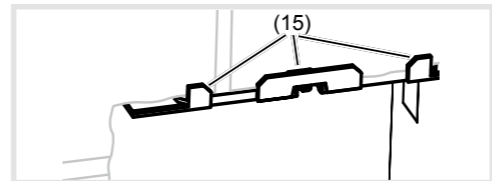

Bild 4: Einbauposition der Befestigungselemente
Die Aufgabewinkel (15) der Befestigungselemente müssen auf der Wandoberfläche aufliegen (Bild 4).